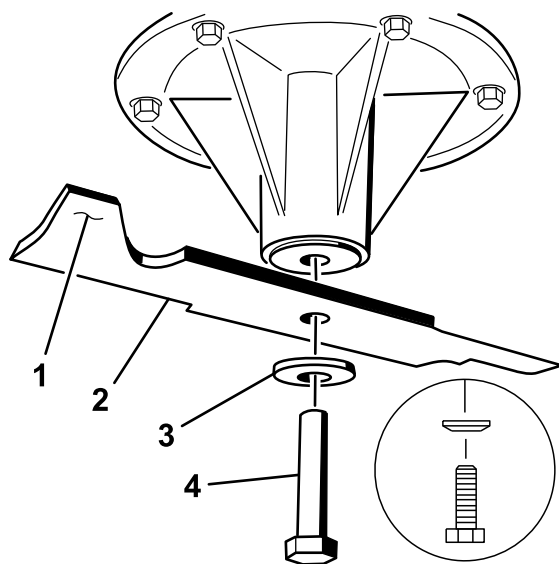

図 78
2. スピンドルのシャフトからブレードボルト、湾曲ワッシャ、ブレードを取り外す(図 78)。
3. もし傾くようなら、重い方の裏面を少し削って調整する 図 78。